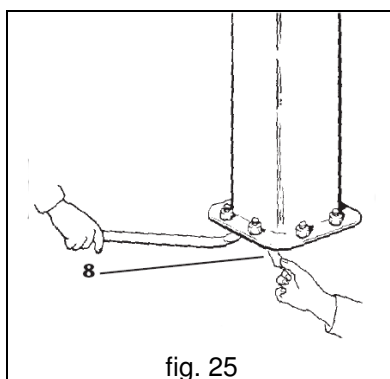

fig. 25
- d. Placera vid behov lämpliga shims **8** (ingår ej i leveransen) mellan J-bultarna under basplattan (fig. 25).